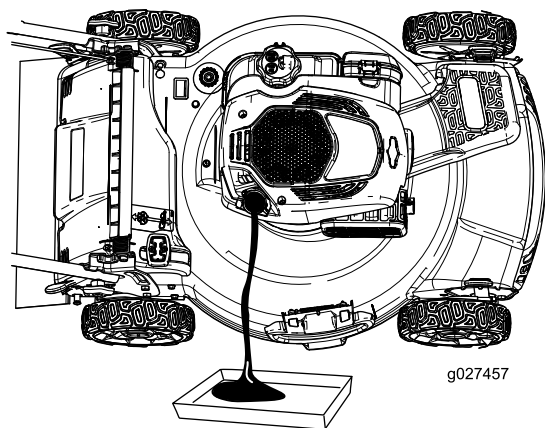

Figura 26
4. Înclinați maina pe o parte (astfel încât filtrul de aer să fie orientat în sus) pentru a scurge uleiul uzat din tubul de umplere cu ulei (Figura 26).